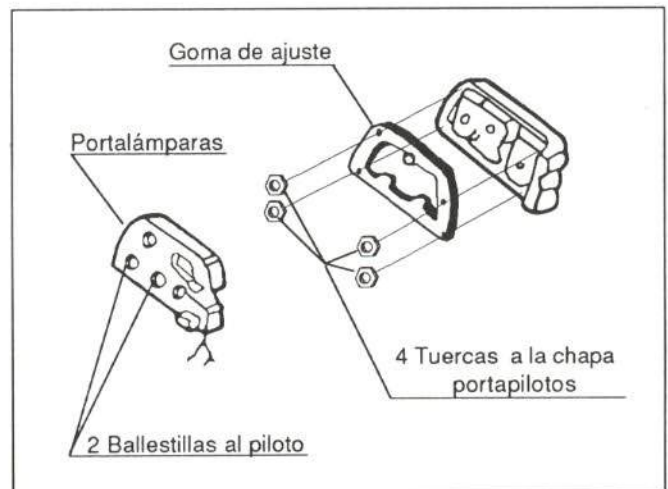

Figura 53.- Fijación de los pilotos traseros
En la figura 53 se muestra su fijación.
- Pilotos (figura 53)